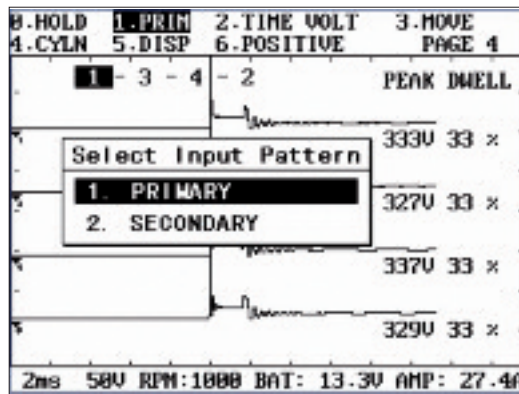

Abb. 4-17. Auswahl Eingabevorlage
- Parallele Kurven von Sechszylinder-Motoren können auf einem einzelnen Bildschirm wie in Abb. 4-17 auf Seite 112 dargestellt werden. Darüber hinaus können Spitzen-spannungen in einem Balkendiagramm auf einem Bildschirm dargestellt werden.